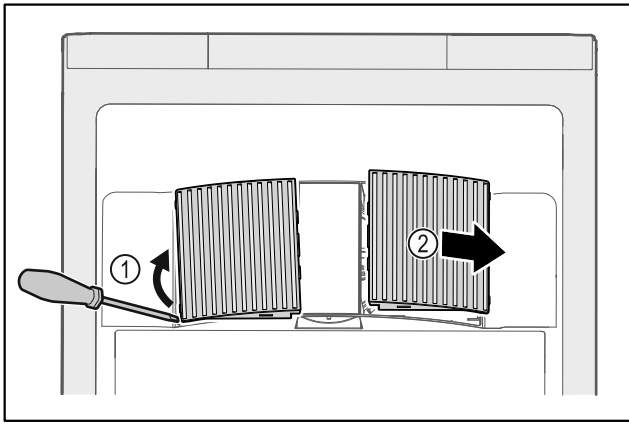

Fig. 236
- ▶ Extraire par un mouvement de levier les caches latéraux Fig. 236 (1) vers l'avant Fig. 236 (2).